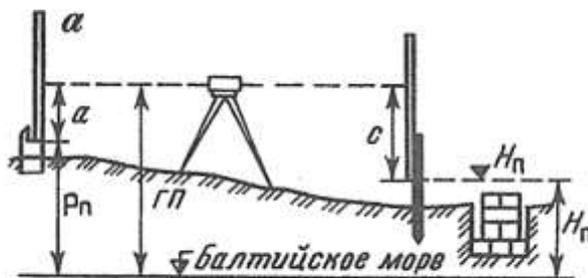

Рис. 1. Схема разбивки и контрольных высот фундамента
5. Выставьте проектную высоту верха фундамента на обноске (рис. 1), если высота репера $P_n = 16,377$, отсчет по рейке $a = 0421$, проектная высота фундамента $H_n = 15,723$.